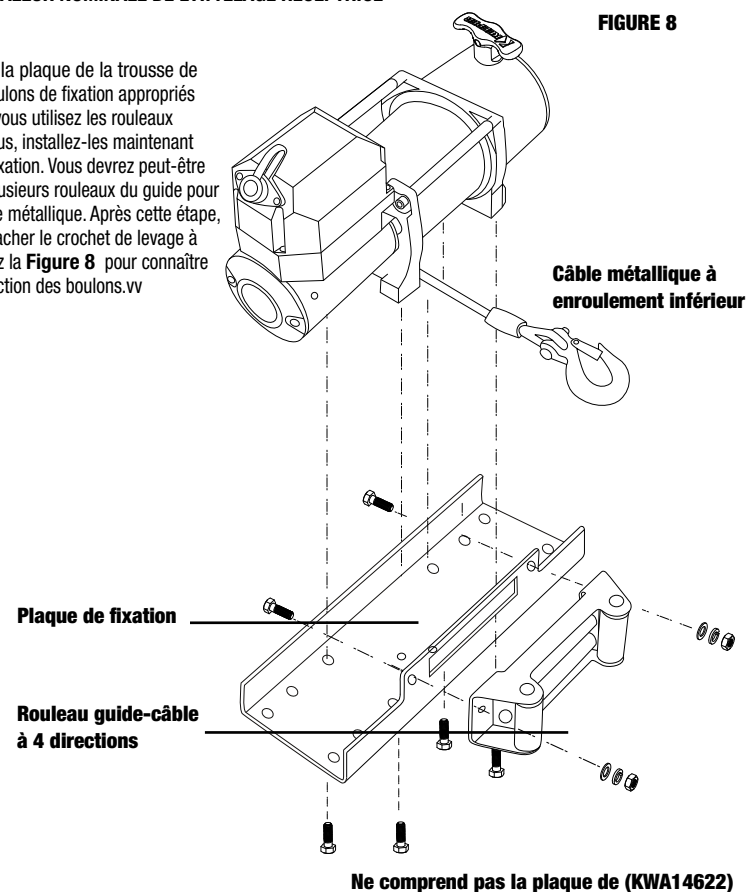

FIGURE 8
Lisez et suivez soigneusement les instructions pour vous assurer d'un bon alignement du treuil et d'un fonctionnement sans problème. Ce treuil **DOIT** être monté avec le câble enroulé par-dessous (**FIGURE 8**). Vous **DEVEZ** utiliser uniquement le câble métallique de rechange original du treuil Keeper N° KWA14625 30,5 m x 8,33 mm (92 pi x 3/8 po).
Étape 1 Fixez le treuil à la plaque de la trousse de fixation, les boulons de fixation appropriés sont fournis. Si vous utilisez les rouleaux guide-câble inclus, installez-les maintenant à la plaque de fixation. Vous devrez peut-être enlever un ou plusieurs rouleaux du guide pour y passer le câble métallique. Après cette étape, vous pouvez attacher le crochet de levage à chape. Consultez la **Figure 8** pour connaître l'ordre et la direction des boulons.vv